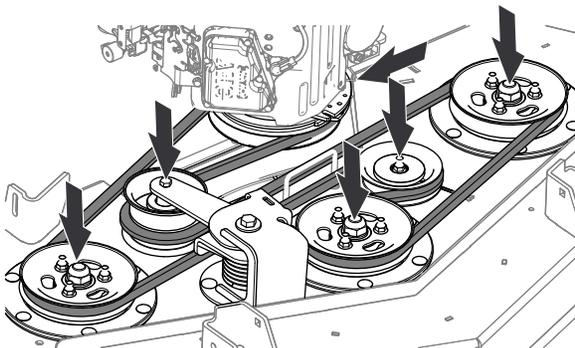

Figura 79
2. Disponete la cinghia come illustrato nella Figura 79